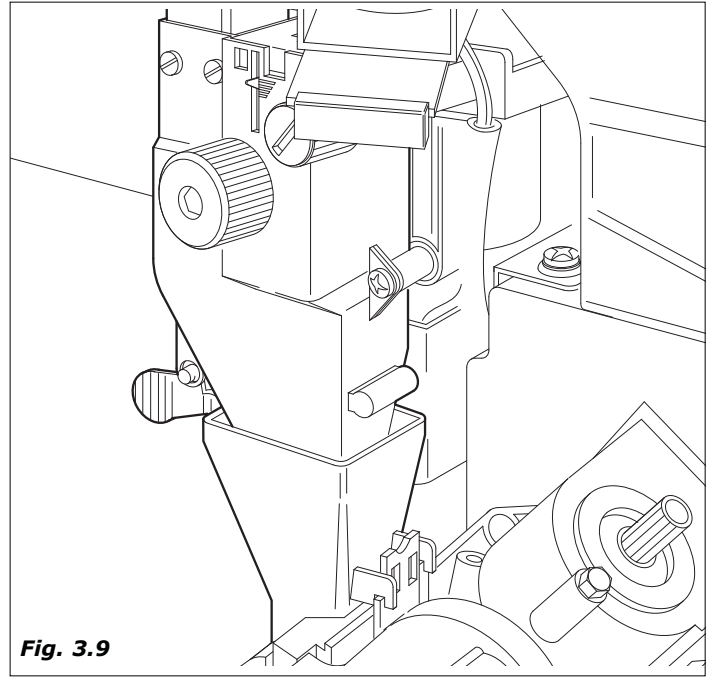

Fig. 3.9
- Le moulin à café s'active jusqu'à délivrer la dose de café moulu fixée par le doseur (figure 3.9).